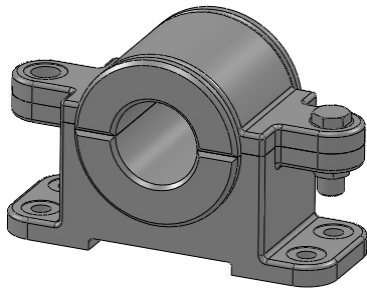

图 6-44 装配螺杆和螺母
STEP 9 按照上述操作为螺杆添加到轴承座顶的配合约束，再为螺母添加到螺杆和轴承座底的配合约束，如图 6-44 所示。